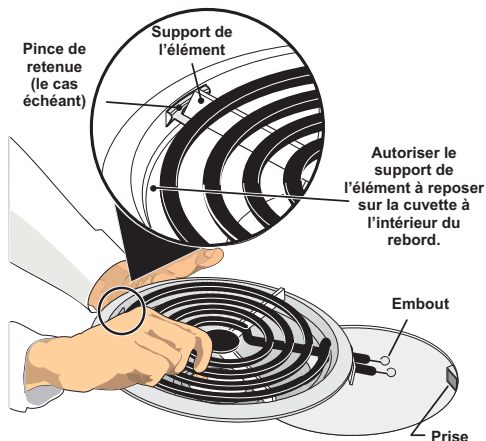

Figure 28: Retrait des éléments de surface et des cuvettes
2. Pendant que vous tenez la cuvette et l'élément de surface, tirez doucement pour sortir l'embout de sa prise (Figure 28).
1. Glissez l'embout de l'élément dans l'ouverture de la cuvette (Figure 28).
3. Lorsque l'élément de surface est placé dans la cuvette, alignez l'embout avec la prise comme illustré (Figure 28).